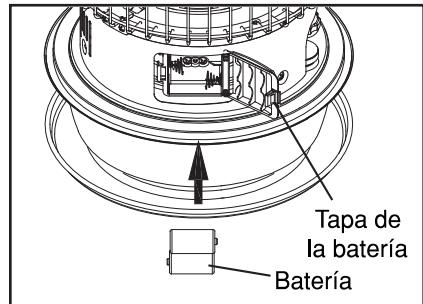

Fig. 6
**B) INSTALACIÓN DE BATERÍAS (Fig. 6)**